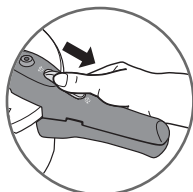

Fig 1
- Con el pulgar, tire del botón de apertura (**E**) y llévelo a la posición  - Fig 1